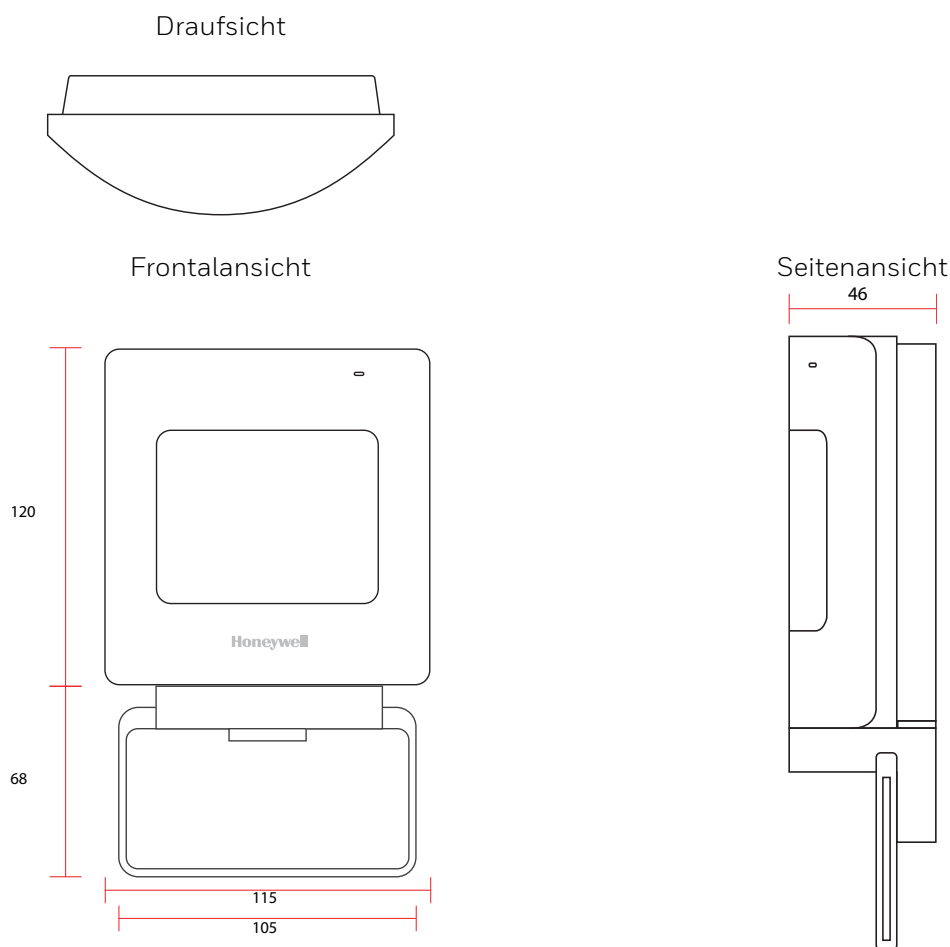

Abb. 1: Maße Systemevo Elektronikmodul SEM(+) mit Namensschild
- Die ordnungsgemäße Funktion des Systevo Elektronikmoduls ist nur bei korrekter Montage gem. Abb. 1–5 gewährleistet!